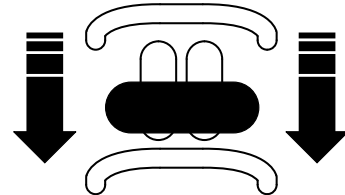

Figure 9
- Pour vous déplacer en marche arrière, tirez la commande de déplacement en arrière (Figure 9).